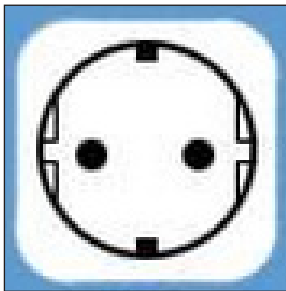

fig. 20 - Tomada Schuko
- é necessária uma tomada de parede Schuko com ligação à terra e proteção separada (fig. 20);